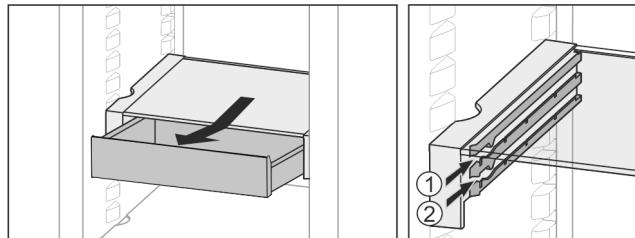

Fig. 20
- Introduceți la înălțimea dorită Fig. 20 (1) sau Fig. 20 (2).